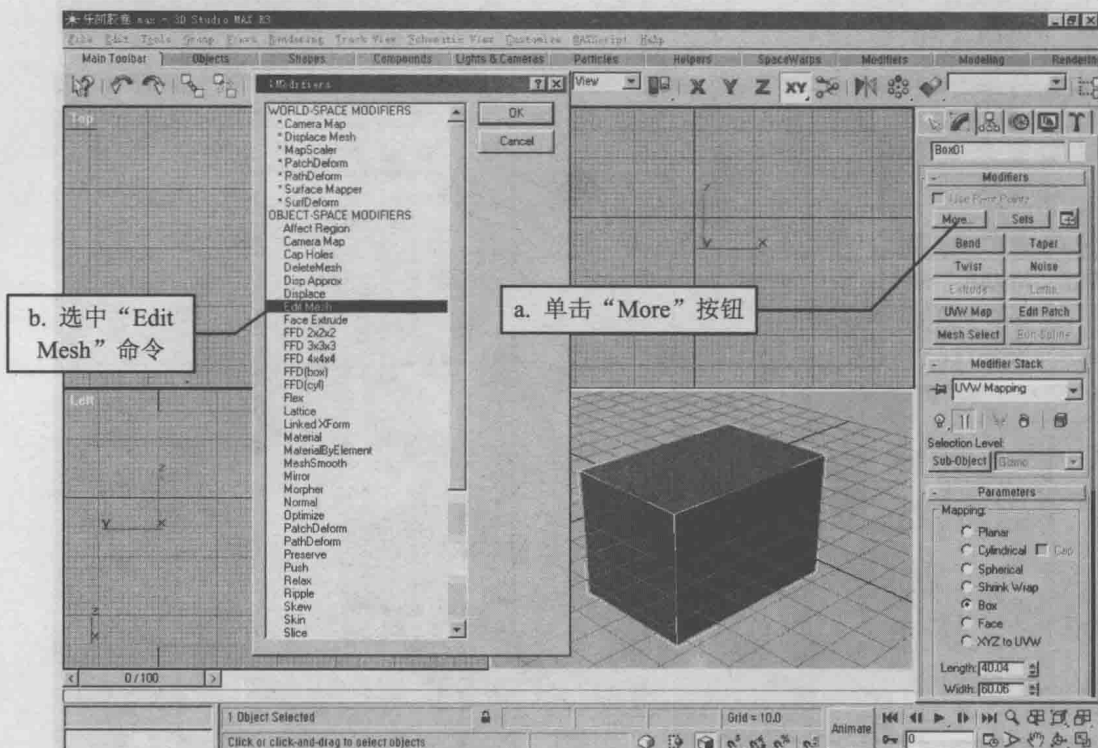

图 1-1-11
(3) 这时屏幕上出现了一个“Modifiers”(修改命令)对话框,如图 1-1-11。选中其中的“Edit Mesh”(修改网格)命令,如图 1-1-11b,通过该命令可以对顶点、面、边等子物体进行修改,然后单击“OK”按钮。